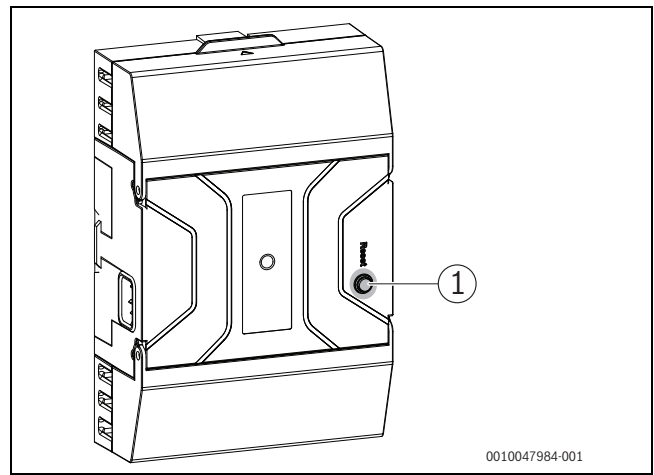

Bild 72 Störungen am Feuerungsautomat zurücksetzen
- ▶ Taste „Entstören“ am Feuerungsautomat drücken (→ Bild 72).
- ▶ Zum Entriegeln des ADS-Druckschalters Taste "Entstören" (→ Bild 72, [1]) drücken bis Entriegelung ausgelöst ist.